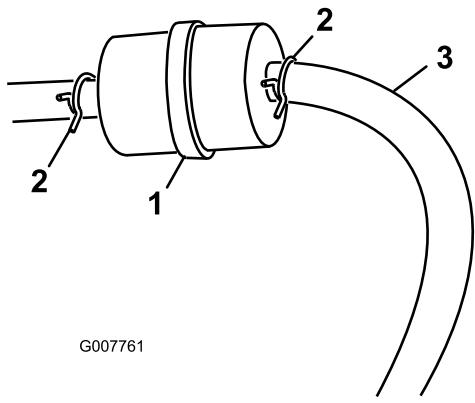

図 27
3. 古いフィルタのクランプをゆるめて脇に寄せる（図 27）。
5. 新しいフィルタをホースに取り付け、クランプで固定する（図 27）。
3. 燃料フィルタについているクランプをゆるめ、フィルタからはずす（図 27）。
4. 燃料フィルタから燃料ホースを抜き取る（図 27）。
**注** 落ちてくるガソリンをガソリン容器または廃油受けに受ける（図 27）。
5. フィルタに燃料ホースをつなぎ、クランプで固定する（図 27）。